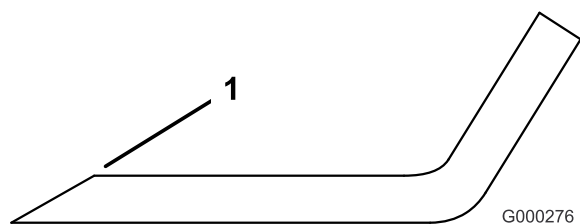

Figura 69
1. Utilice una lima para afilar el filo de corte en ambos extremos de la cuchilla (Figura 69). Mantenga el ángulo original. La cuchilla permanece equilibrada